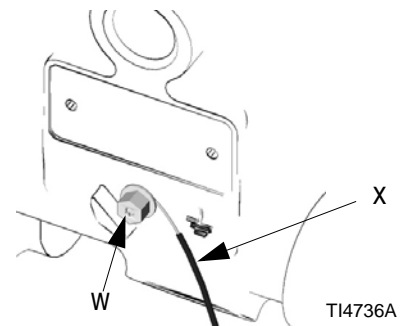

图 1: 接地线连接
- 泵：连接接地导线和管夹，如图 1 所示。拧松接地螺丝 (W)。将 12 AWG (1.5 mm²) 或更细的接地线 (X) 的一端插入接地螺丝的后面并牢固地拧紧螺丝。将接地线管夹的一端连接至真正的地面接地点。订购接地线和管夹时，订购产品编号为 222011。